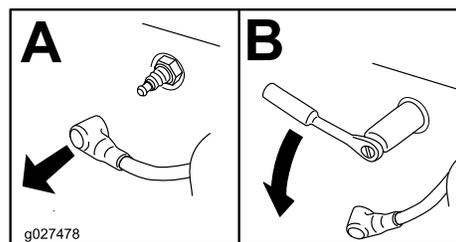

Рисунок 35
3. Найдите и выверните свечи зажигания (Рисунок 35).